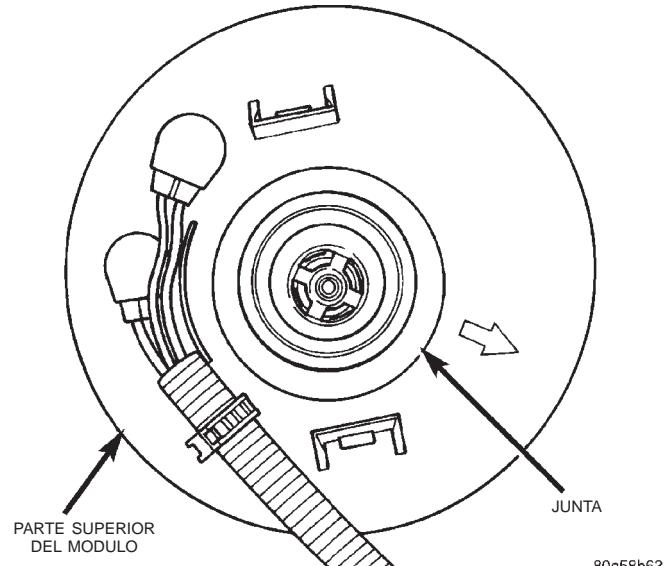

Fig. 22 Junta del filtro de combustible/regulador de presión de combustible
(6) Deseche la junta situada debajo del filtro/regulador (Fig. 22).